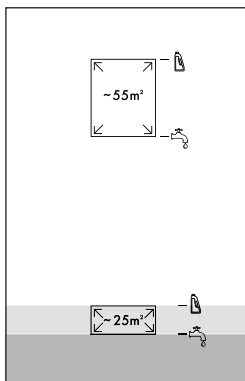

Fig. 8
- ◆ Para pequenas superfícies  (até 25 m²) introduza água canalizada ou água destilada até à primeira marcação de nível  no reservatório de água limpa 11 (ver fig. 8).
- ◆ Para pequenas superfícies  (até 25 m²) introduza detergente até à segunda marcação de nível  no reservatório de água limpa 11 (ver fig. 8).